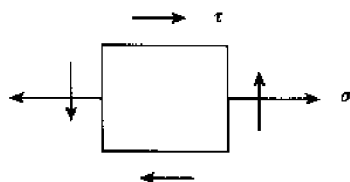

图 8-38
6. 杆件在_____变形时,其危险点的应力状态为如图 8-38 所示状态_____。